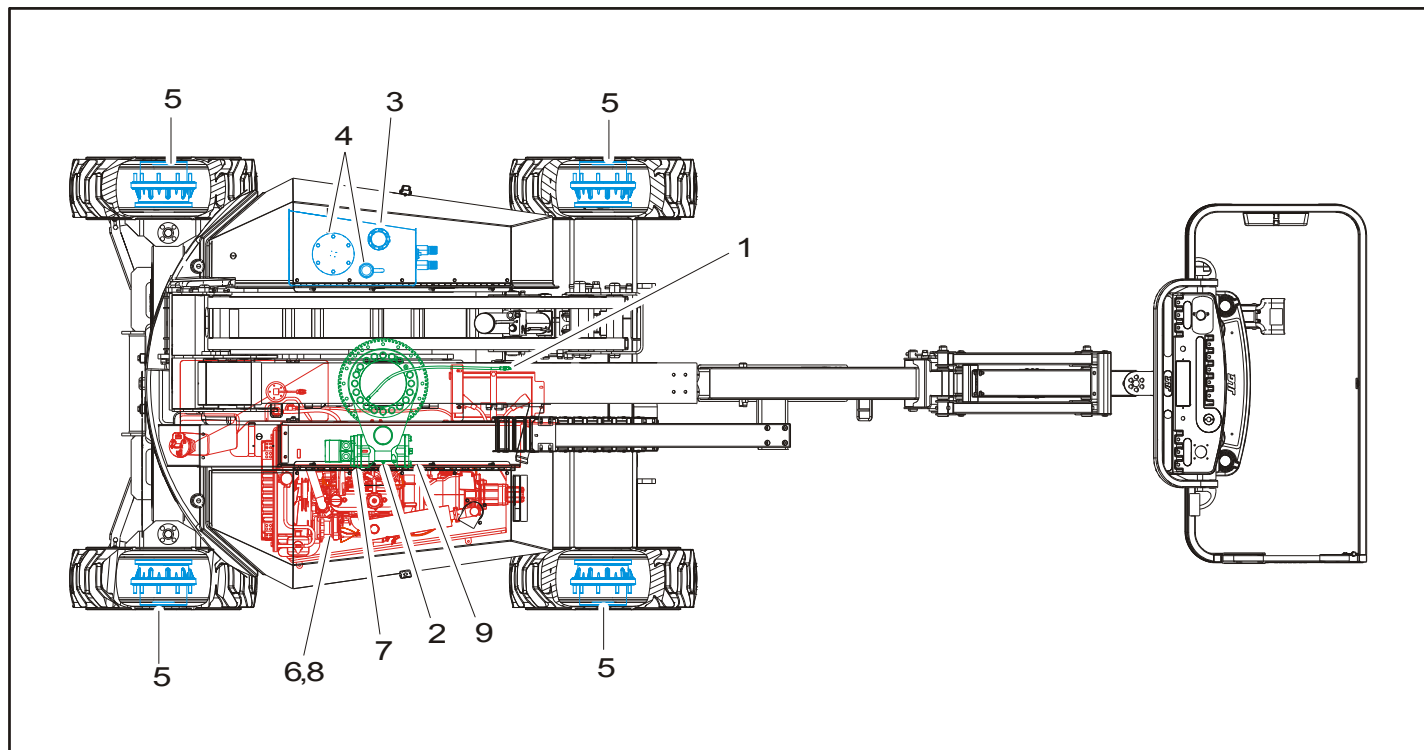

Figura 6-6. Diagrama de mantenimiento y lubricación por parte del operador
**NOTA:** Los números dados a continuación corresponden a los de la Figura 6-6., Diagrama de mantenimiento y lubricación por parte del operador.